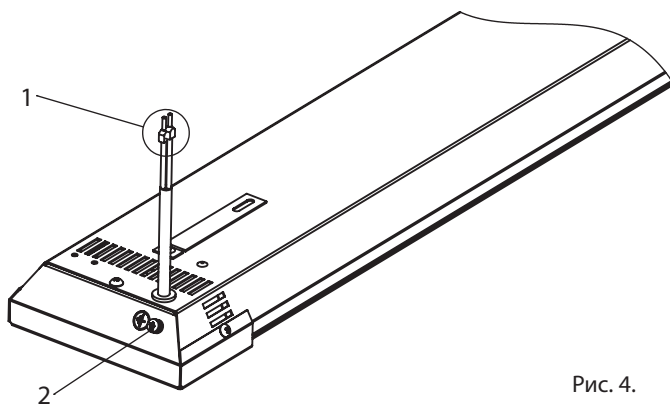

Рис. 4.
Подключение нулевого (N) и фазного (L) проводников (1 на рис. 4) к сети выполняется через клеммные колодки, блоки зажимов или специализированные коммутационные разъемы, рассчитанные на соответствующую нагрузку. Проводник заземления (PE) подключается к винту заземления, расположенному на корпусе электроприбора (2 на рис. 4).